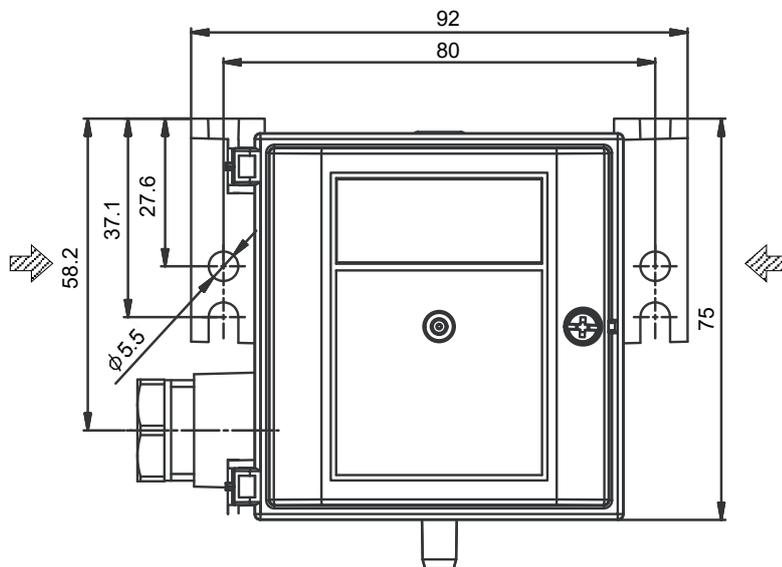

図5 壁面取付用穴 [φ5.5×2か所]
- (3) 壁面に、『図5』の壁面取付用穴を使用し、**M5ねじ**または**タッピング(2個)**で取り付けます。